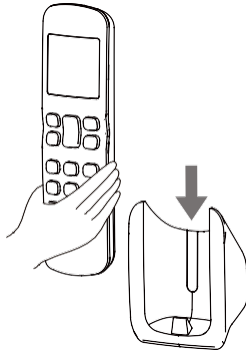

Figura 2.5
3) Coloque o comando remoto, na vertical, deslizando-o para baixo dentro do suporte do comando remoto (ver Figura 2.5).